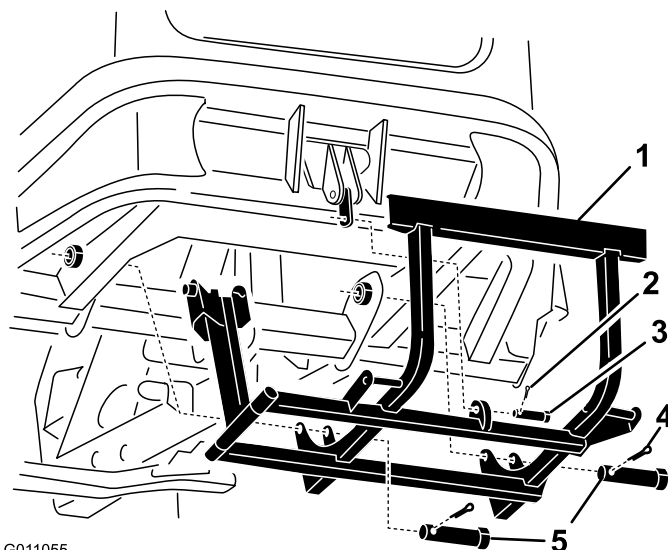

Figura 9
2. Instale el soporte de montaje del ensacador en la parte inferior de la máquina con 2 pasadores grandes y 2 chavetas grandes (Figura 9).
3. Gire el soporte de montaje del ensacador hacia arriba y sujételo al conector con un pasador pequeño y una chaveta pequeña (Figura 9).